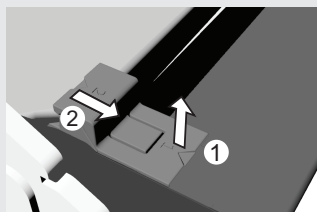

figure 1
- Soulevez légèrement les supports sur la droite et la gauche de la porte (repère 1 sur le support) et éloignez-les de la vitre (repère 2 sur le support – voir figure 1).